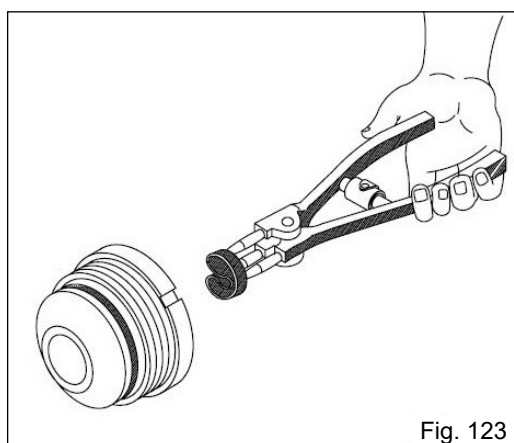

Fig. 123
- b) Introduza a gaxeta na furação do guia da haste até a altura do alojamento e, em seguida, solte a gaxeta acomodando-a no lugar (Fig. 123).